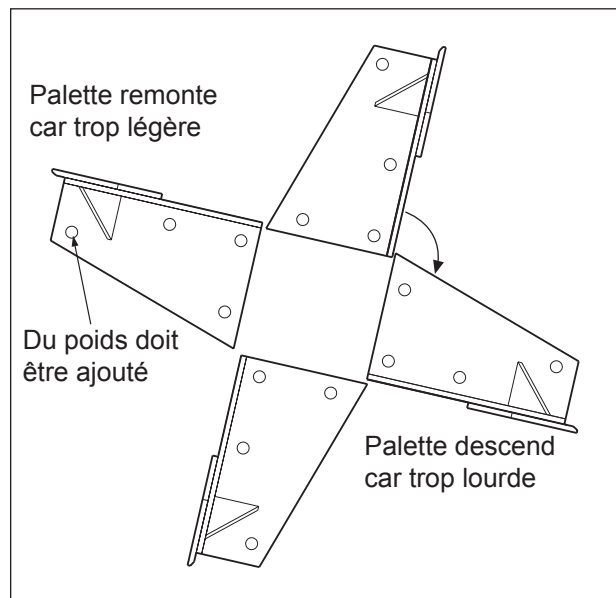

Figure 143 Palettes mal balancées provoquant la rotation du souffleur
4. Lâcher le souffleur. Si les palettes ne bougent pas, c'est qu'elles sont bien balancées. Si le souffleur commence à tourner, cela signifie qu'une palette est plus lourde que celle à son opposé (voir figure 143). Du poids doit donc être ajouté à la palette opposée, sur le bras central de la palette. Des trous spéciaux ont été percés dans les bras de palettes afin d'y ajouter des boulons en guise de poids;